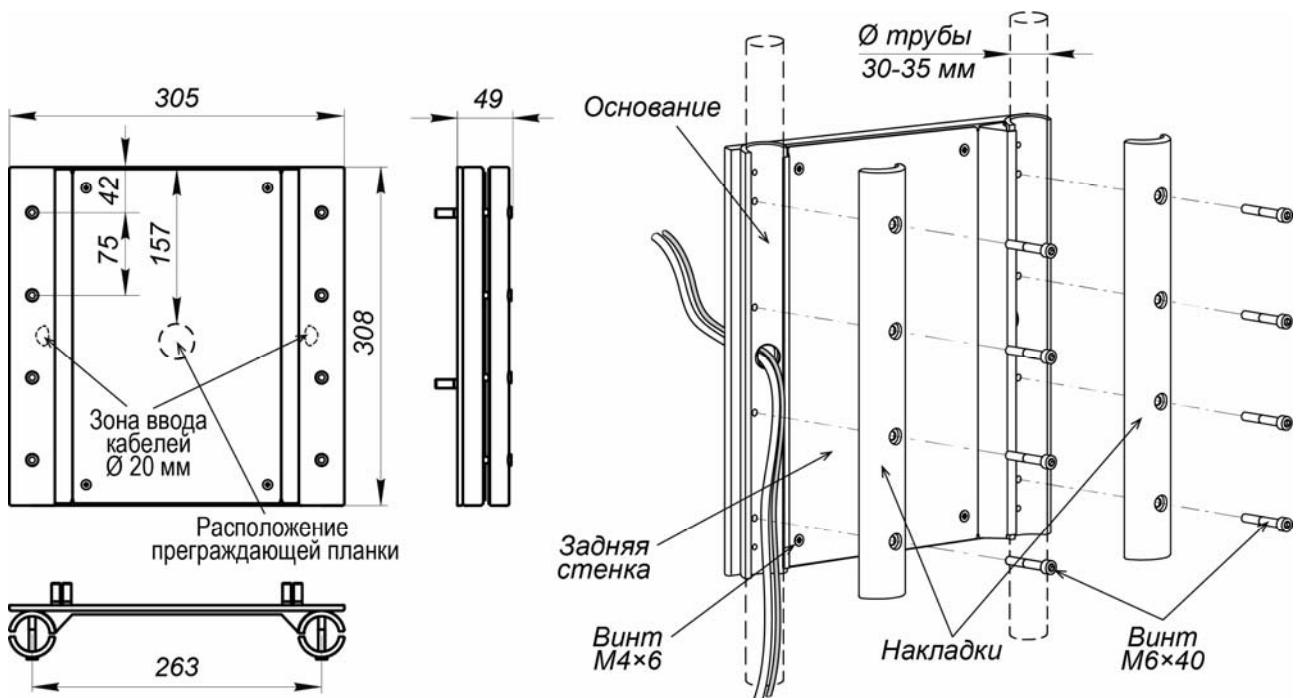

Рисунок 14. Габаритные размеры и порядок установки кронштейна **PERCo-MT10.1**
a) Порядок установки монтажного кронштейна **PERCo-MT10.1** (для исполнения турникета **PERCo-TTR-10AT**), см. рис. 14: